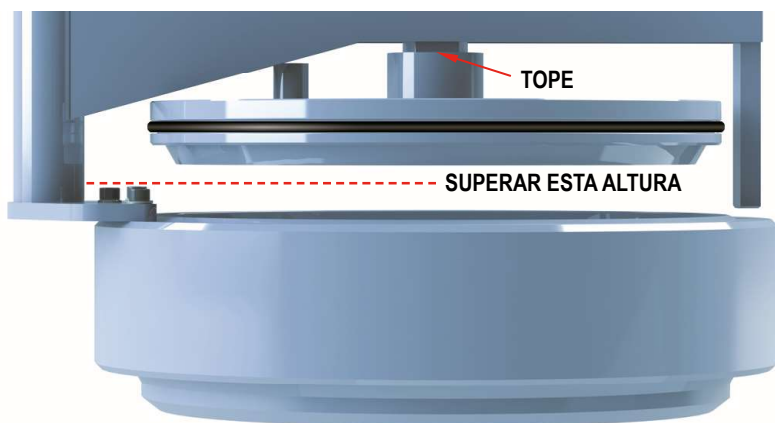

Fig. 9
- Una vez que el tapón hace tope en el separador del pescante y supera la altura total del cuerpo **gitar el pescante** para liberar el cierre y tener acceso cómodo al interior del equipo. Ver fig. 9.